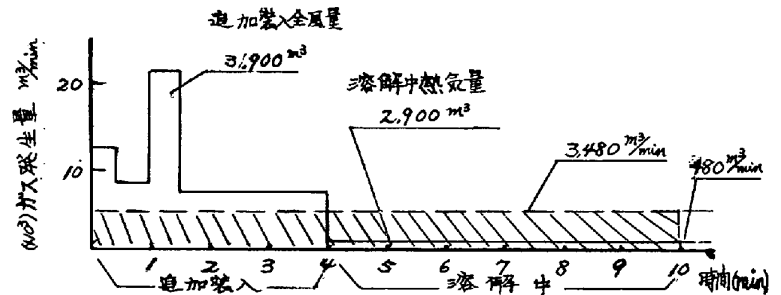

図1 30ト炉のガス発生ピーク時におけるガス処理量
2) 30ト炉1基のガス発生ピーク時におけるガス処理量； 電炉からの発生ガスは、建家上部に貯留しながら10min間で吸引できるものとして、図1に示す如く追加装入全風量と溶解中熱気量の総和は34800m3となる。即ち、30ト炉1基のガス処理量は34800m3/10min = 3480m3/minとした。